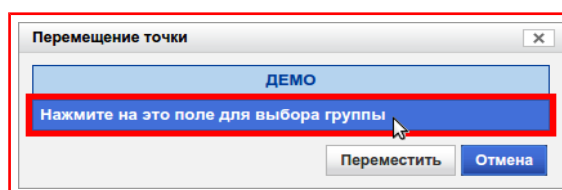

Рисунок 9.66 — Диалоговое окно «Перемещение точки»
- 3) В появившемся диалоговом окне выбрать **«Группу/пользователя»** (пункт «7.2»), рисунок 9.66;